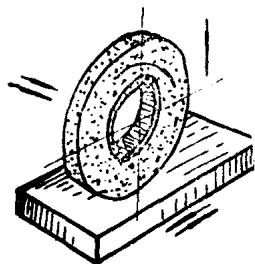

图3 磨平面
(3) 平面磨削时的运动(图3)
①砂轮快速旋转(主运动)；
②工件直线往复运动或围绕着工作台的中心作回转运动(纵走刀)；
③砂轮作与工件运动方向垂直的水平运动(横走刀)，当工件作往复运动时，则每当工件完成一个单行程，周期地进